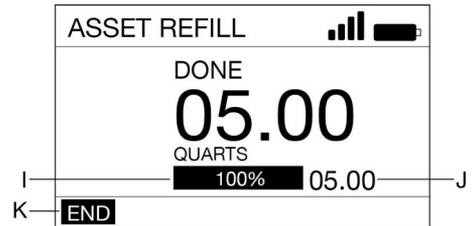

Fig. 31
- FIN (G) apparaît en surbrillance sur l'écran. Appuyer sur la touche ENTRÉE pour sélectionner (Fig. 31).